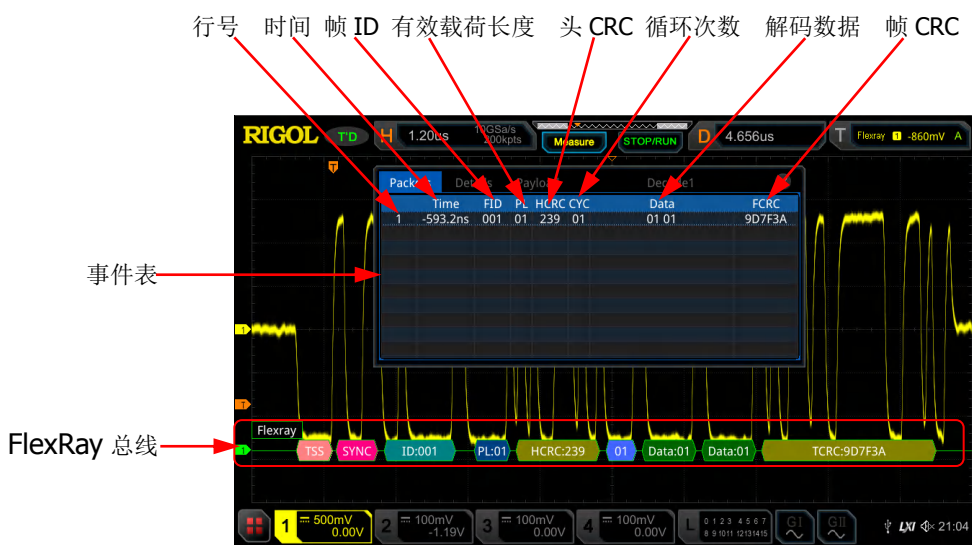

图 11-13 FlexRay 解码事件表
- 打开或关闭事件表：连续按 **事件表** 键，打开或关闭事件表显示。打开事件表，屏幕弹出如图 11-13 所示的事件表。您也可以使用触摸屏功能触摸事件表右上方的图标  关闭事件表功能。另外，当运行状态为“STOP”时，您还可以旋转多功能旋钮  选择指定行并查看相应的解码信息。